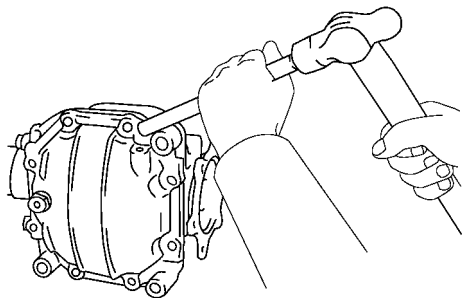

图 14-69 用铜棒和锤子敲下变速器箱罩盖
2) 使用铜棒和锤子敲打并拆下变速器箱的罩盖, 如图 14-69 所示。